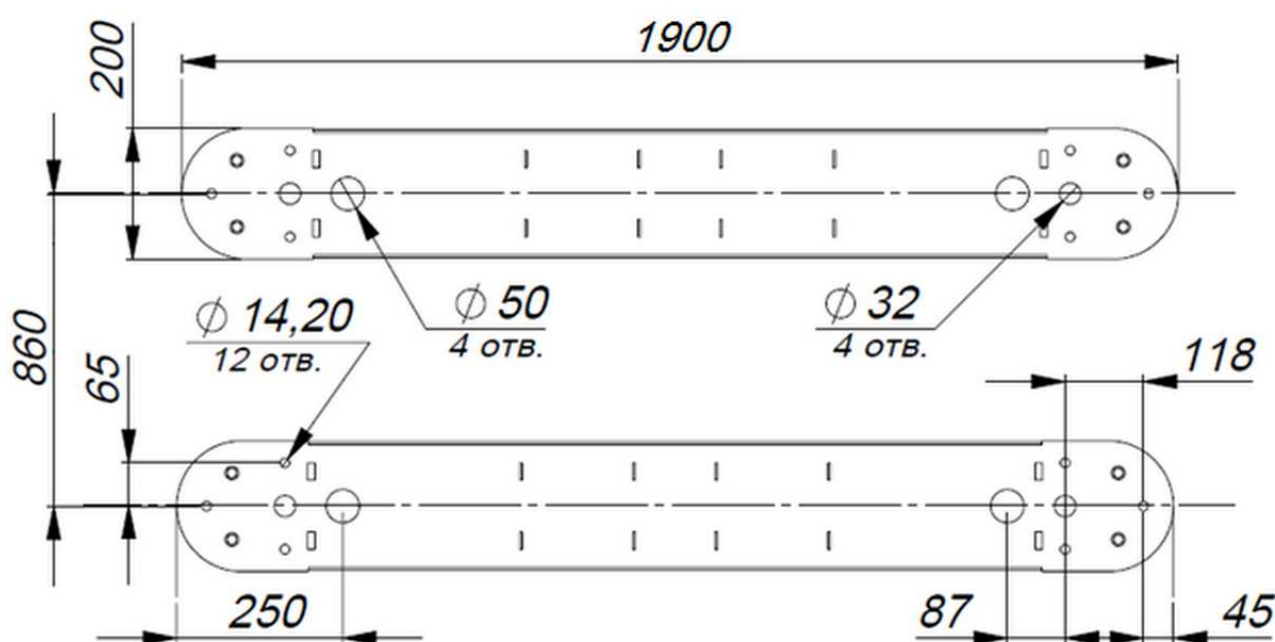

Рис. 4. Установочные размеры при ширине прохода 660(900) мм
4.2.4. Подводка кабелей производится через отверстия диаметром 50 мм (рис. 4) в нижних плитах модулей.